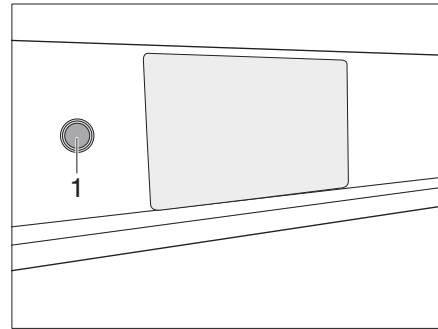

Bild 268 Wakeup-brytare SCU
- Använd 1 x wakeup-brytare (Bild 268,1) för att upprätta anslutning till EBL och SCU.